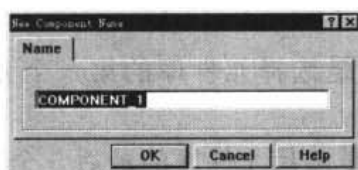

图 5-7 New Component Name（增加组元件名称）对话框
- **Add 按钮：**本按钮的功能是在元件组中增加一个元件。用鼠标单击此按钮后，将弹出如图 5-7 所示的 New Component Name（增加组元件名称）对话框，要求输入元件名称，完成后按下 OK 按钮。Group 选项区域将增加刚刚输入的元件，除了元件名称不同外，元件组内所有元件的功能、物理引脚完全相同。本按钮与菜单命令 Tools|Add Component Name 的功能相同。